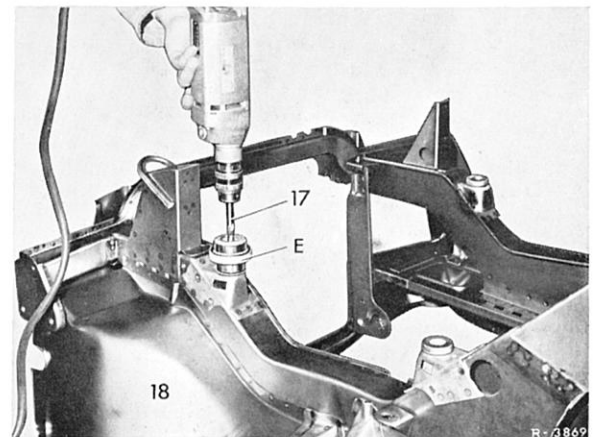

Bild 62—1/1
1 Ersatzvorbau mit der Oberseite nach unten auf den Boden legen und Lager für den Vorderachsträger mit 10,5 Durchmesser aufbohren. Hierzu die Büchse (E) der Celettebank als Bohrschablone verwenden. (Bild 62—1/1).
5 Augenfräser (4) mit Aufnahmedorn (8), Spezialbohrer (12,5 Durchmesser, Teil-Nr. 115 589 01 51 00) und Eckbohrgerät (3) so installieren, wie in Bild 62—1/2 gezeigt. Hierzu Teleskopstütze (D) mit Querstecker (28) fixieren.